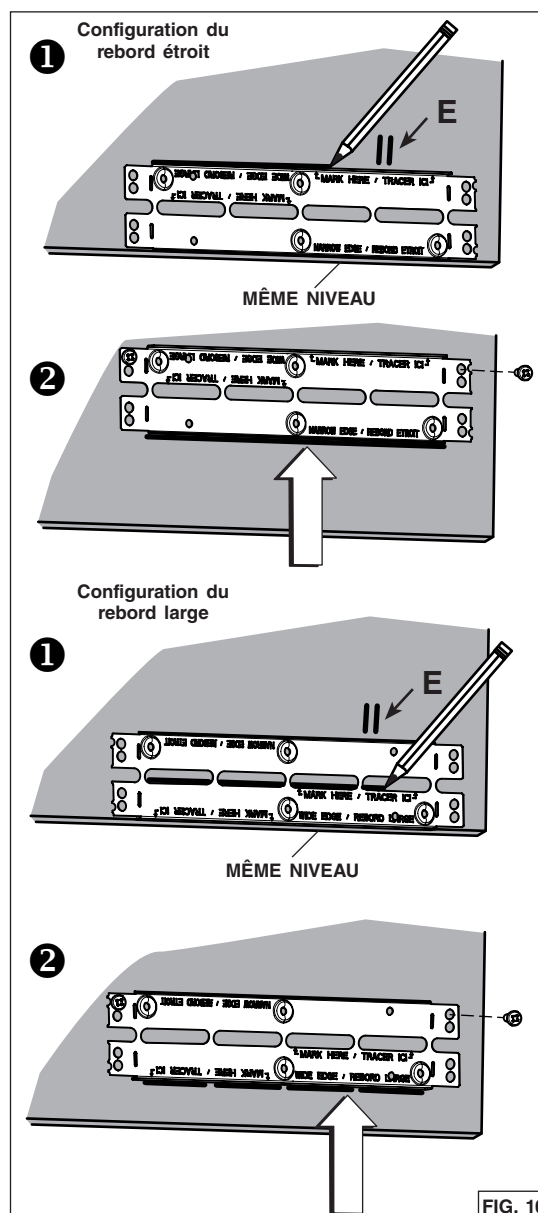

FIG. 10
5. Repérer l'emplacement des crochets *Ease of Install* sur l'appareil (distance donnée à partir du rebord avant, FIG. 9). Mesurer et marquer, sur les deux côtés de l'armoire, l'emplacement des crochets *Ease of Install* (illustré en **E** dans la FIG. 10 en page suivante)
6. Installer les supports d'armoire comme suit (FIG. 10):
- ❶ Placer le support au même niveau que le bas du panneau droit de l'armoire, en centrant la marque de l'emplacement des crochets (**E**) entre les trous en relief inférieurs. Pour la configuration du rebord étroit, tracer une ligne sur le dessus du support. Pour la configuration du rebord large, tracer une ligne à la base des fentes centrales.
- ❷ Monter le support au même niveau que la ligne tracée. Fixer le support au panneau de côté de l'armoire à l'aide de 2 vis à bois n° 8 x 5/8 po (incluses dans le sac de pièces) dans les trous supérieurs.